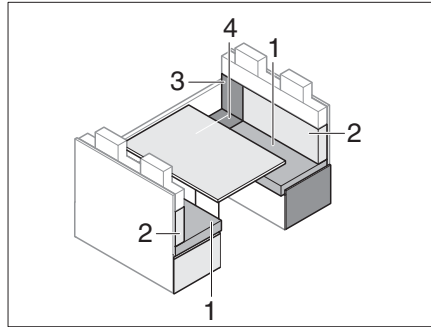

Bild 182 Vor dem Umbau
- Rückenpolster (Bild 182,2) entfernen und zur Seite legen.